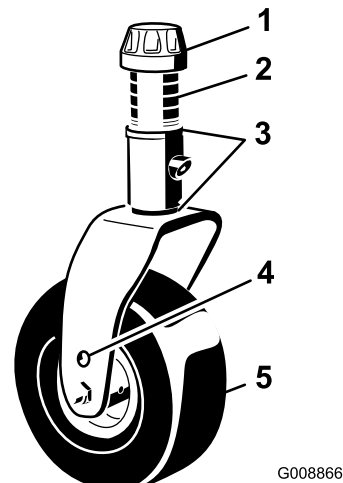
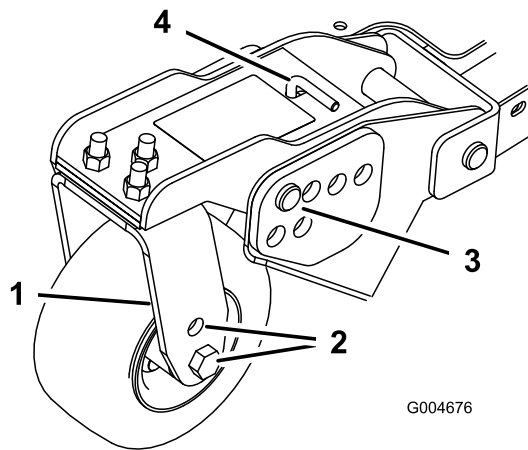
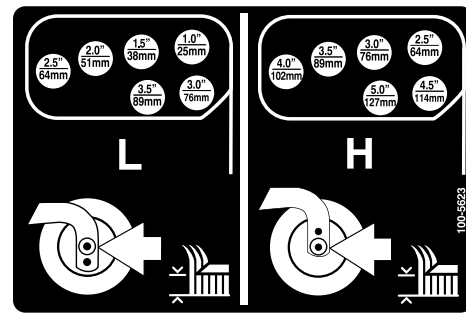

Figure 19
Figure 21
Figure 22
1. Placez les essieux des roues pivotantes dans les mêmes trous sur toutes les fourches (Figure 19 et Figure 21).
2. Enlevez le chapeau de tension de l'axe de pivot et sortez l'axe du bras pivotant (Figure 19).
6. Enlevez la goupille fendue et les axes de chape des bras pivotants (Figure 21).
7. Tournez la tige de tension pour élever ou abaisser le bras pivotant jusqu'à ce que les trous soient en face de ceux du support de hauteur de coupe sélectionnés dans le cadre du plateau de coupe (Figure 21 et Figure 22).